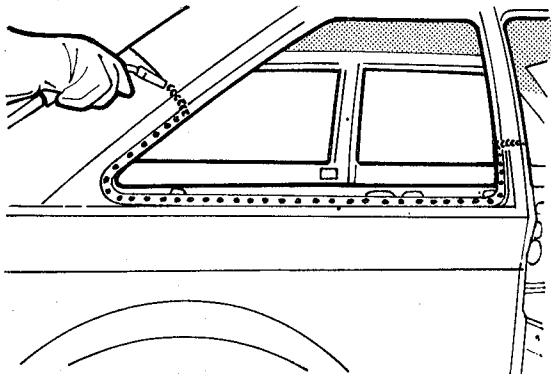

fig. 131
12. Soldar, pelo sistema MIG, as uniões do novo painel às colunas "B" e "C", e à soleira (fig. 131)